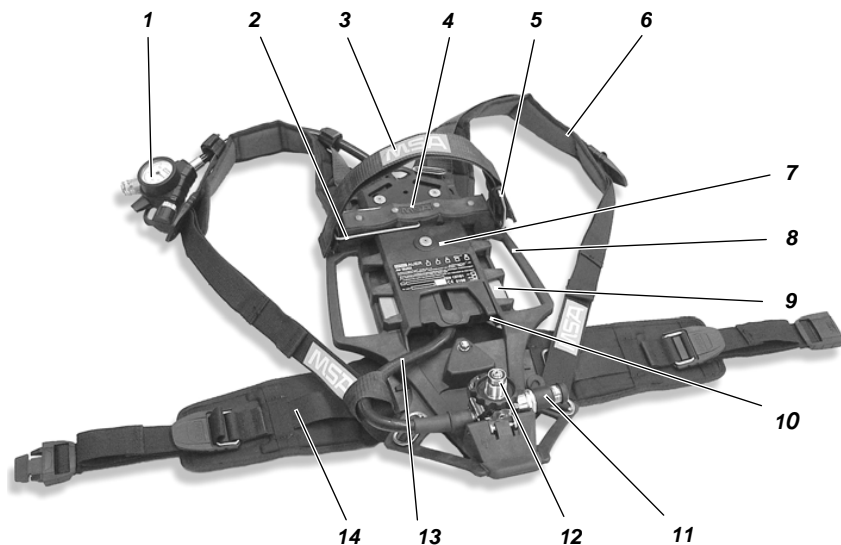
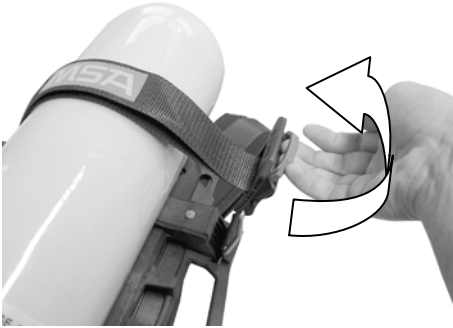

Fig. 1 AirMaxx SL Aparelho de respiração autónoma
Fig. 8 Remoção dos cilindros de ar comprimido
- (1) Coloque o aparelho de respiração autónoma horizontalmente, de forma a que a parte posterior fique virada para cima (consulte a Fig. 1).
- (2) Coloque o separador do cilindro (2) na posição horizontal e no lado contrário ao grampo de tensão (5), até prender.
- (3) Verifique se a junta do redutor de pressão (12) está em boas condições.
- (4) Abra o grampo de tensão da correia do cilindro e elimine qualquer tensão, puxando o separador e alargando a correia (consulte a Fig. 8).
- (5) Empurre o cilindro de ar comprimido através da correia do cilindro (3), com a válvula do cilindro na direcção do redutor de pressão, de forma a ficar em cima do suporte central (4).
- (6) Aparafuse a válvula do cilindro ao redutor de pressão, se necessário, coloque o aparelho de respiração autónoma com a válvula para cima, na posição vertical.
- (7) Aperte a correia do cilindro na extremidade solta.
- (8) Verifique a posição de aperto do cilindro de ar comprimido; volte a apertar, se necessário.
- (9) Articule o grampo de tensão para baixo até prender.
- (10) Aperte a extremidade da correia de retenção do cilindro na fita de Velcro.
- (11) Abra por breves instantes a válvula do cilindro e verifique se existem fugas de ar; volte a apertar se necessário.
- (1) Coloque o aparelho de respiração na posição horizontal com a parte posterior virada para cima (consulte Fig. 1).
- (2) Articule o separador do cilindro (2) na posição vertical até prender.
- (3) Se não estiver nenhuma peça em T ligada ao redutor de pressão (12), verifique as juntas do redutor de pressão e a peça em T e aperte ligeiramente a peça em T.
- (4) Abra o grampo de tensão da correia de retenção do cilindro e elimine qualquer tensão, puxando o separador e alargando a correia (consulte a Fig. 8).
- (5) Empurre um cilindro de ar comprimido através da correia de retenção do cilindro de forma a que a válvula do cilindro fique dirigida para a peça em T e assente num dos suportes exteriores.
- (6) Aperte ligeiramente a válvula do cilindro na peça em T.
- (7) Empurre um segundo cilindro de ar comprimido através da correia de retenção do cilindro de forma a que a válvula do cilindro fique dirigida para a peça em T e assente sobre outro dos suportes exteriores.
- (8) Aperte ligeiramente a segunda válvula do cilindro na peça em T.